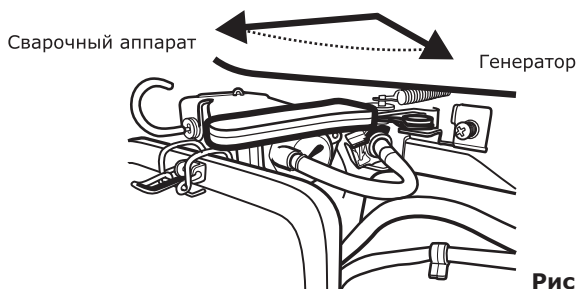

Рис. 20
**ВНИМАНИЕ!** Для увеличения срока службы сварочного генератора рекомендуется запуск двигателя производить в режиме генератора. На рис. 20 указан переключатель режимов для моделей УГСБ-2000/100 и УГСБ-4000/190, УГСБ-4500Т/220. В моделях УГСБ-2800/120И и УГСБ-4000/200И переключатель находится на панели управления (рис. 5).
**ВНИМАНИЕ! Одновременное использование генераторной установки для выработки переменного тока и постоянного тока для сварочных работ ЗАПРЕЩЕНО! Для выбора режимов работы установок УГСБ-2000/100, УГСБ-4000/190, УГСБ-4500Т/220 предусмотрен переключатель, расположенный рядом с воздушным фильтром (рис. 20).**
**3.** Переведите переключатель режимов в положение «Сварочный аппарат» (рис. 20, стр. 29).